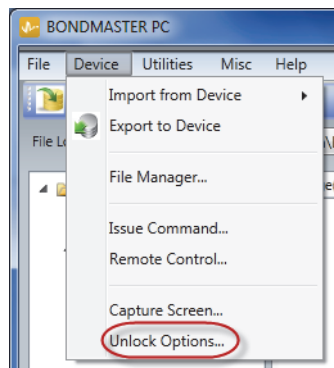

Figura 7-21 Comando desbloquear opções
1. No menu **Device** do BondMaster PC, selecione **Unlock Options** (veja Figura 7-21 na página 212).